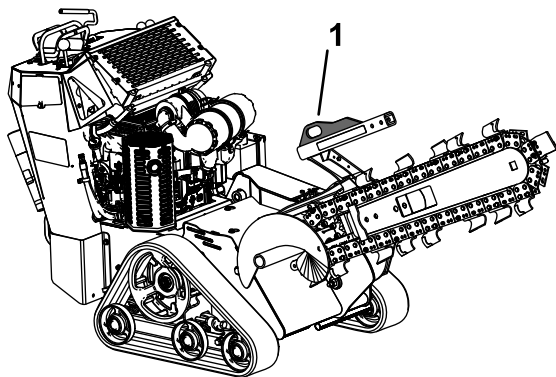
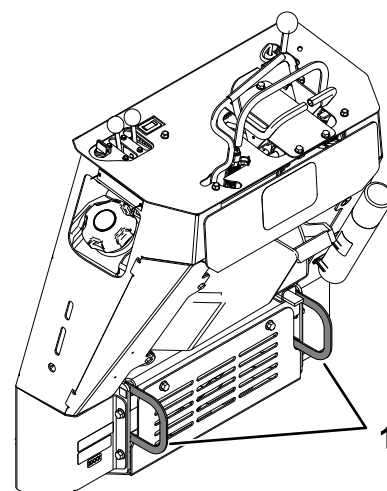

Рисунок 17
Рисунок 18
3. Закрепите машину на прицепе цепями или ремнями, используя скобы для крепления/подъема спереди и сзади машины (Рисунок 17 и Рисунок 18). Изучите местные нормативные документы по прицепам и сцепным устройствам.
Можно поднять машину, используя в качестве точек подъема скобы для крепления/подъема (Рисунок 17 и Рисунок 18).